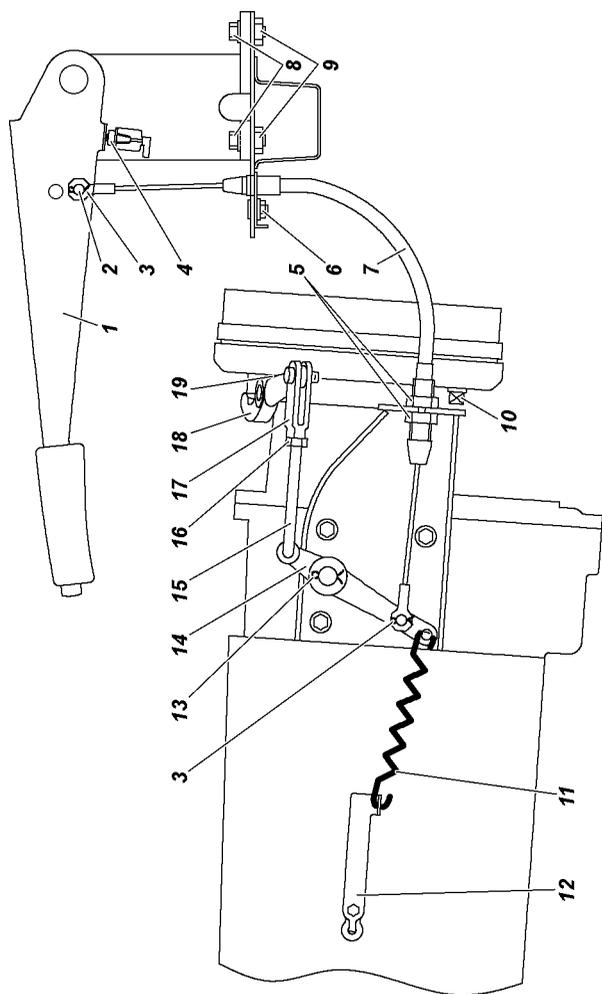

Рис. 9.27. Привод стояночного тормоза трансмиссионный.
**Трансмиссионный стояночный тормоз**, действующий на трансмиссию (рис. 9.27).